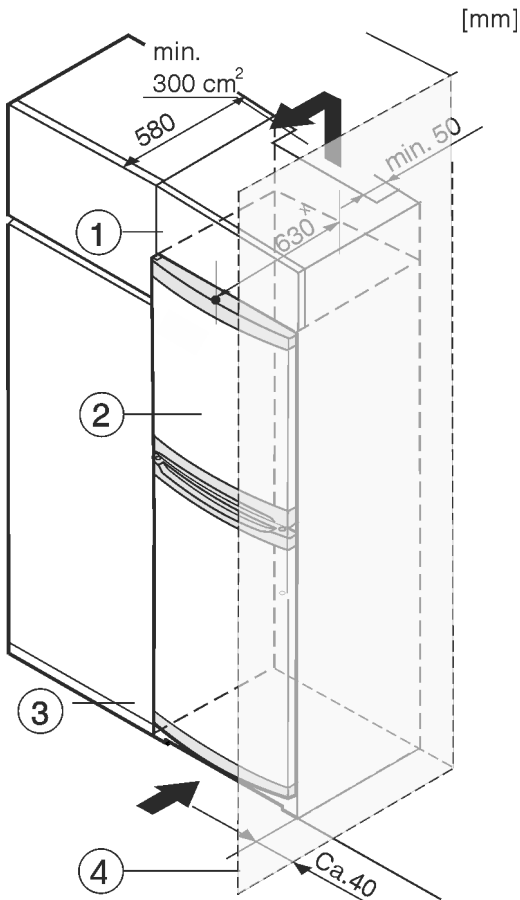

Fig. 8
- (1) Opbouwkast (3) Keukenkast
(2) Apparaat (4) Wand
Het apparaat kan in keukenkasten worden ingebouwd. Om het apparaat Fig. 8 (2) aan de hoogte van het keukenblok aan te passen, kan boven het apparaat een opzetkast Fig. 8 (1) worden aangebracht.
Bij een ombouw met keukenkasten (diepte max. 580 mm) kan het apparaat direct naast de keukenkast Fig. 8 (3) worden opgesteld. Het apparaat steekt er zijdelings 34 mm * en in het apparaatmidden 50 mm * ten opzichte van de keukenkastfront uit.
Als het apparaat met de scharnieren naast een wand Fig. 8 (4) wordt geplaatst, moet de afstand tussen het apparaat en de wand minimaal 40 mm bedragen. Dit komt overeen met de uitsteekmaat van de handgreep bij geopende deur.